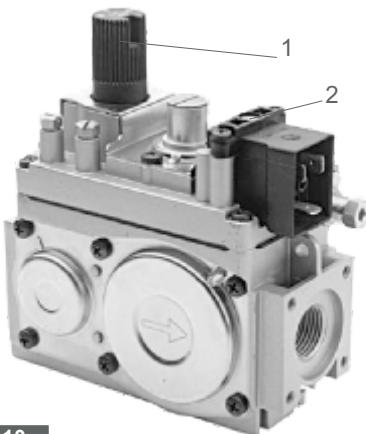

Рис. 10.
6.13. Заполните систему отопления чистой водой с жесткостью не более 0,7 мг-экв/л и pH = 7^{+0,3}. При заполнении системы жесткой водой с pH больше 7 значительно увеличивается отложение накипи на стенках котла и системы отопления, вследствие чего уменьшается эффективность котла и увеличивается расход газа! Расширительный бачок размещается в высшей точке системы. Контроль заполнения системы водой осуществляйте по переливному патрубку, (рис.10). Объем бака должен быть не менее 8 % от объема отопительной системы.
нажмите и поверните круглую ручку управления поз.1 рис.10 до положения (●).